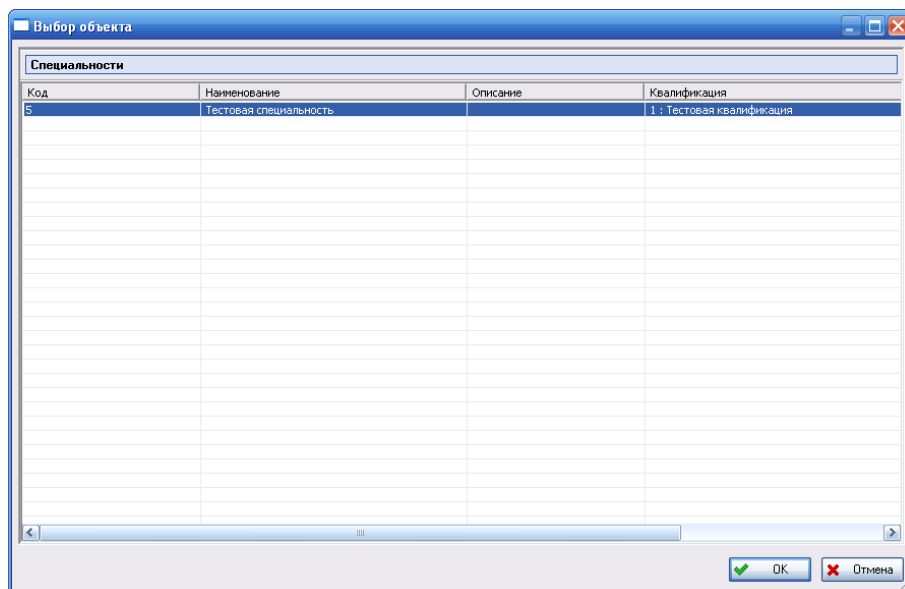

Рис. 5-28
- В появившемся окне **Выбор объекта** щелчком кнопки мыши выберите специальность и нажмите на кнопку **ОК** (рис. 5-28).